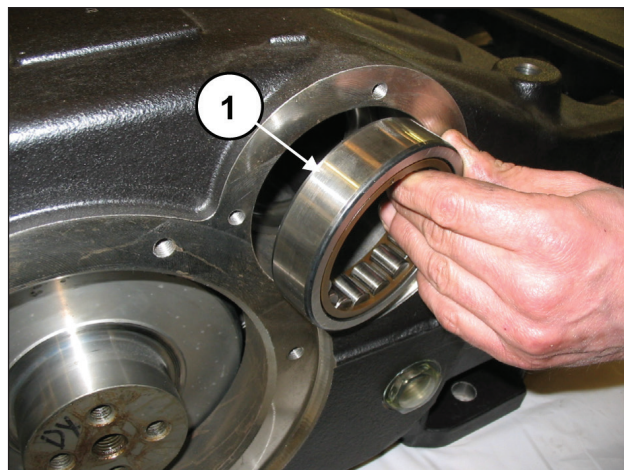
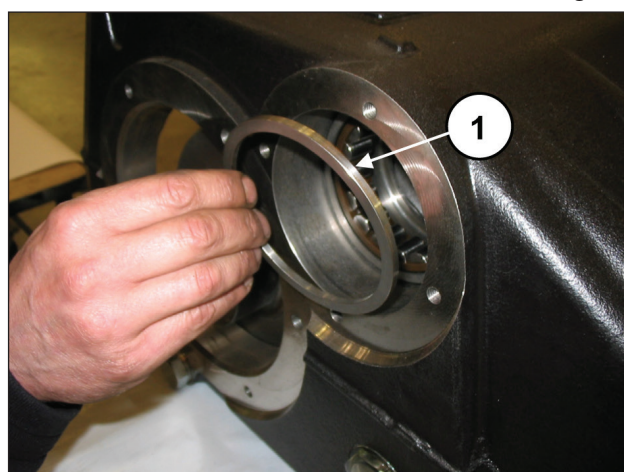
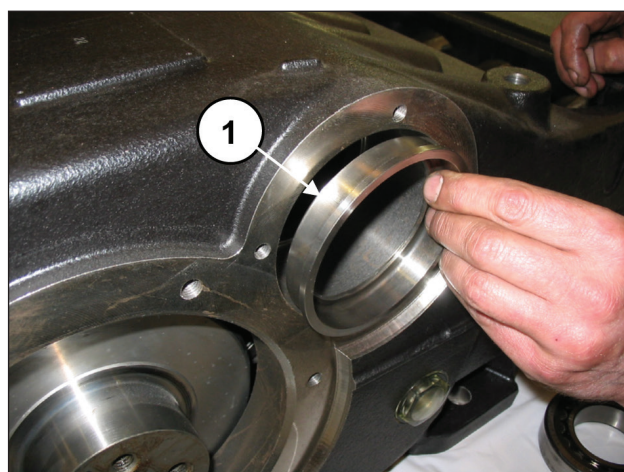

Fig. 36
Fig. 37
Fig. 38
Utiliser une barre suffisamment longue (rep. ①, Fig. 36) et un outil à inertie pour dégager du carter de pompe les bagues des roulements (rep. ①, Fig. 36), l'entretoise du roulement extérieur (rep. ①, Fig. 37) et la douille de lubrification des roulements (rep. ①, Fig. 38).